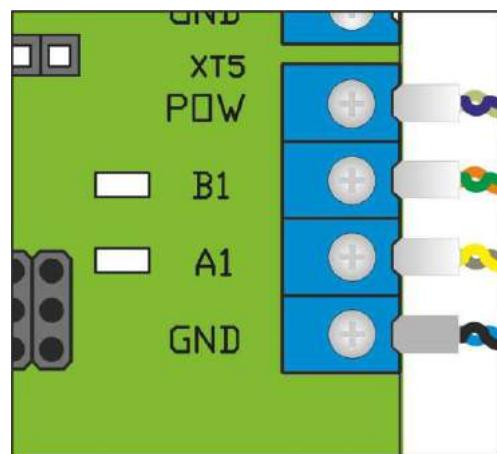

Рис.16 – Подключение кабеля связи с пультом управления к клеммам PCB206.21.00.00
- б) Подключить к клеммам кабель связи с пультом управления (*Рис.16*):